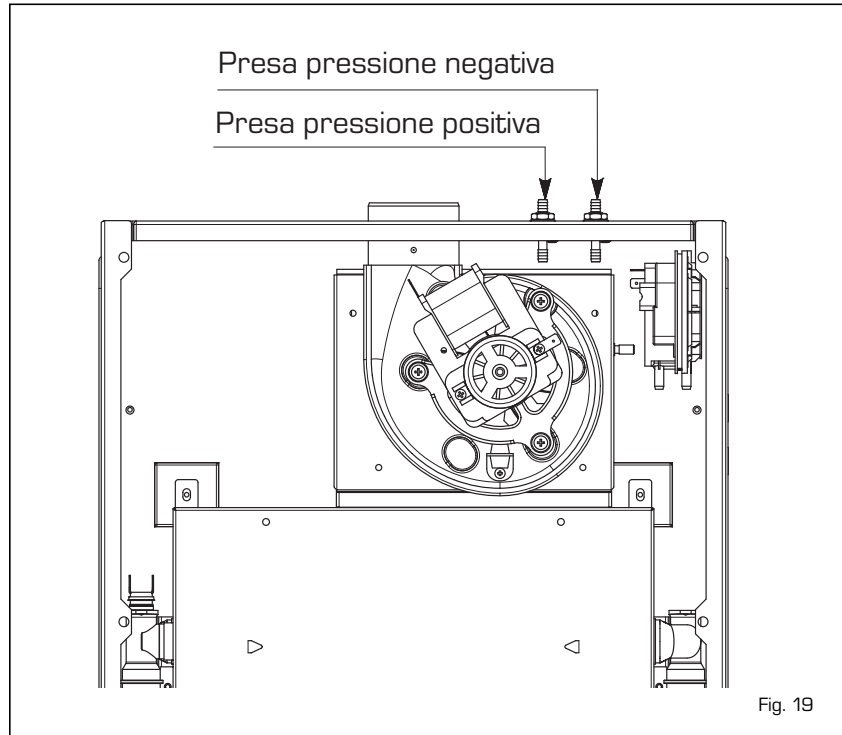

Fig. 19
- Scollegare il manometro dalla valvola gas e collegarlo alle prese del pressostato come indicato in fig. 19.